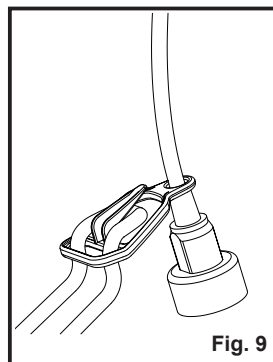

Fig. 9
- Formez une boucle avec l'extrémité de la rallonge. Depuis le côté droit, faites passer la boucle par le trou situé à l'arrière du dispositif de retenue du cordon et placez-la autour du crochet (Fig. 9).